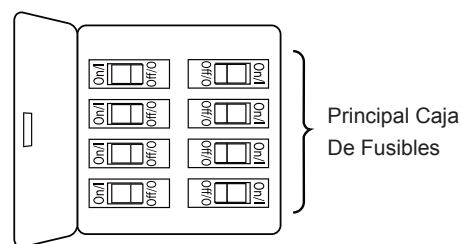

Figura 1
### Uso de perfil bajo (Figura 1)
1. Extraiga las tres pestañas estabilizadoras y la bolsa de plástico del motor. Deshágase de las pestañas estabilizadoras. (Figura 1)
Para evitar una posible descarga eléctrica, asegúrese de cortar la alimentación eléctrica de la caja de fusibles principal antes de colgar el ventilador. (Figura 1)
1. Para configurar el código de unidad del receptor. Deslice los interruptores de código a las mismas posiciones que en el transmisor. (Figura 1)
1. Instale la cubierta rotando la ranura clave en la cubierta sobre el tornillo de hombro del soporte del gancho, teniendo cuidado de no pillar los cables. Instale adecuadamente y fije el segundo tornillo de hombro que fue anteriormente guardado y fije el tornillo de hombro. (Figura 1)
1. Asegure las tres palas usando los 3/16"-24 tornillo de cabeza troncocónica con arandela de resorte/arandela plana a través de los orificios ubicados en la parte inferior del motor. (Figura 1)
- 1. IMPORTANTE:** El uso de un regulador de la intensidad completa (no incluido) para controlar la velocidad del ventilador dañará el dispositivo. Para reducir el riesgo de incendio o descarga eléctrica, no utilice dicho regulador para controlar la velocidad del ventilador. (Figura 1)